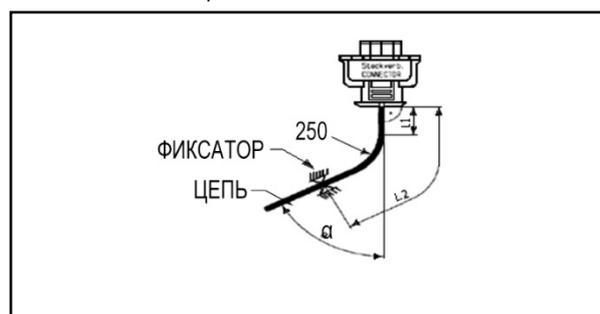

Рис. 5.114 Требования к фиксации цепи датчика или РО 112
4. Во избежание внезапной потери сигнала следует предусмотреть надежные разъёмы, предотвращающие случайное разъединение и повреждение разъёмов. Цепь должна быть надежно зафиксирована подходящими зажимами. Радиус изгиба провода не должен быть слишком большим, в противном случае цепь будет подвержена износу в процессе эксплуатации двигателя. Требования к установке: L1>10 мм, длина дуги L2>50мм, угол α: 45...135°. См. рис. 5.114.